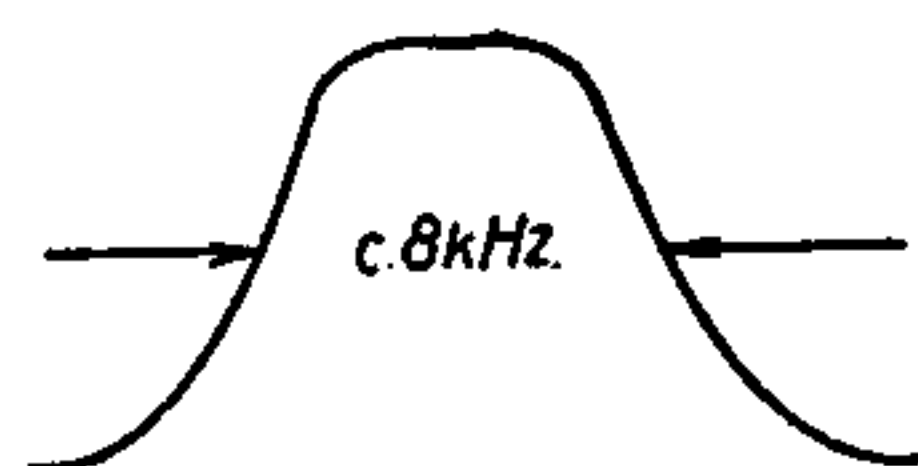

Fig. 4
- a) Nu trimmes først 2 MF. Oscillator forbindes til Gitter af UBF 11, og der trimmes op til Maksimum og symmetrisk Kurveform. Bredden skal være 8—9 kHz (se Fig 4).